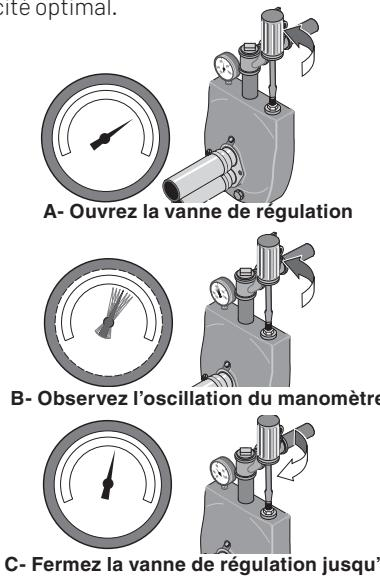

Figure 14 : Régler de la vanne de régulation
5. Lorsque la pression s'est accumulée et stabilisée à environ 50 lb/po², ouvrez lentement la vanne de régulation (voir la figure 14) et laissez la pression chuter jusqu'à ce que l'aiguille du manomètre commence à osciller. Si l'aiguille oscille, fermez la vanne juste assez pour arrêter l'oscillation (voir la figure 14). Votre pompe fonctionne désormais à un niveau d'efficacité optimal.